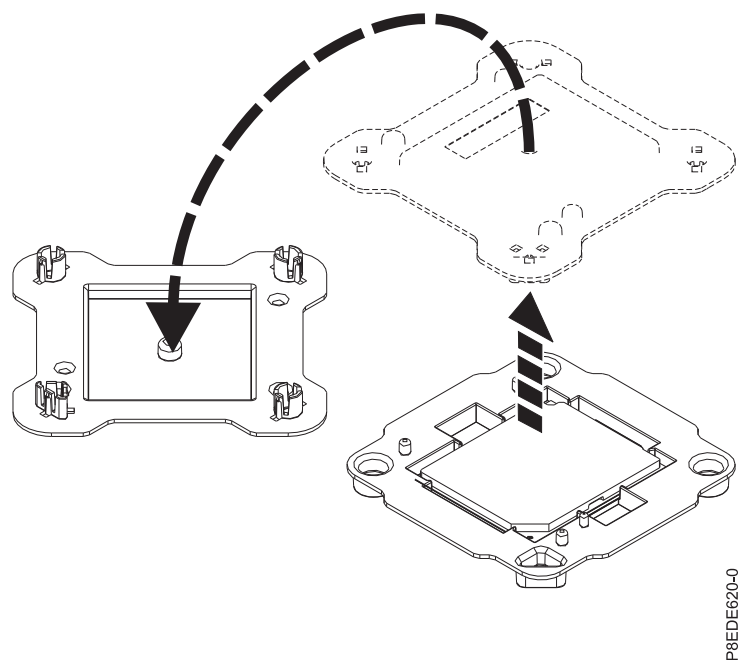

Figura 4. Apertura del embalaje del módulo del procesador del sistema
- Abra el embalaje del nuevo módulo del procesador del sistema y coloque la cubierta boca abajo, al lado de la bandeja, como se muestra en la Figura 4 en la página 7. La cubierta se utiliza para el